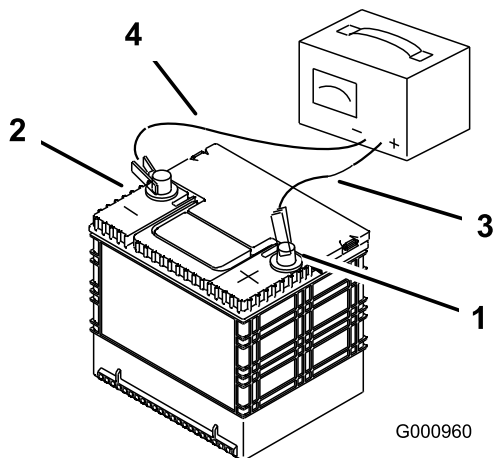

Figura 29
2. Cuando la batería esté completamente cargada, desconecte el cargador del suministro eléctrico, y desconecte los cables del cargador de los bornes de la batería (Figura 29).